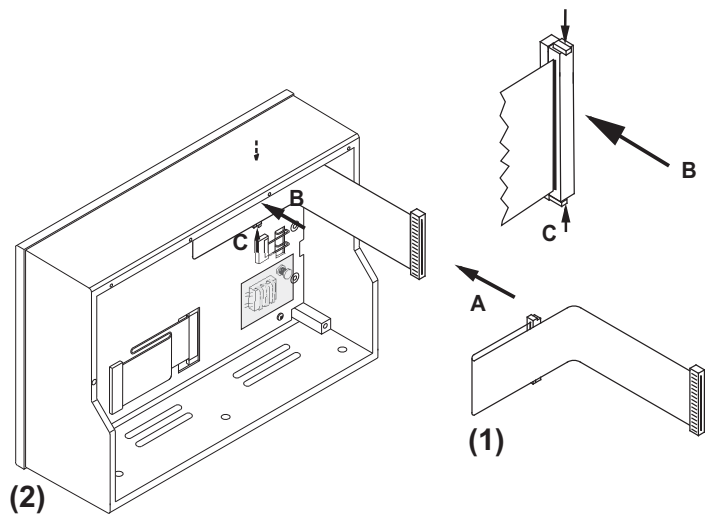

Bild 4-9: Aufstecken des Verbindungskabels
10. Setzen Sie den zuletzt gelösten Steckverbinder des Verbindungskabels (A) vorsichtig auf die Stiftleiste der Displayplatine und drücken Sie ihn mit leichtem Druck fest (B,C). Achten Sie darauf, dass Sie keinesfalls auf das Flachbandkabel drücken oder dieses irgendwo eingeklemmt wird! Legen Sie es so zurecht wie gezeigt. (Bild 4-9)